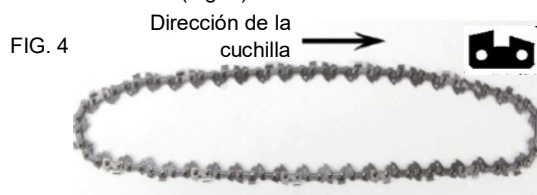

FIG. 4
6. Extienda la nueva cadena de la sierra formando círculo y enderece todo retorcimiento presente en la misma. Los dientes de corte deben estar orientados en la dirección desplazamiento de la cadena. Si están orientados en la dirección opuesta, invierta la posición de la cadena. (Fig. 4)